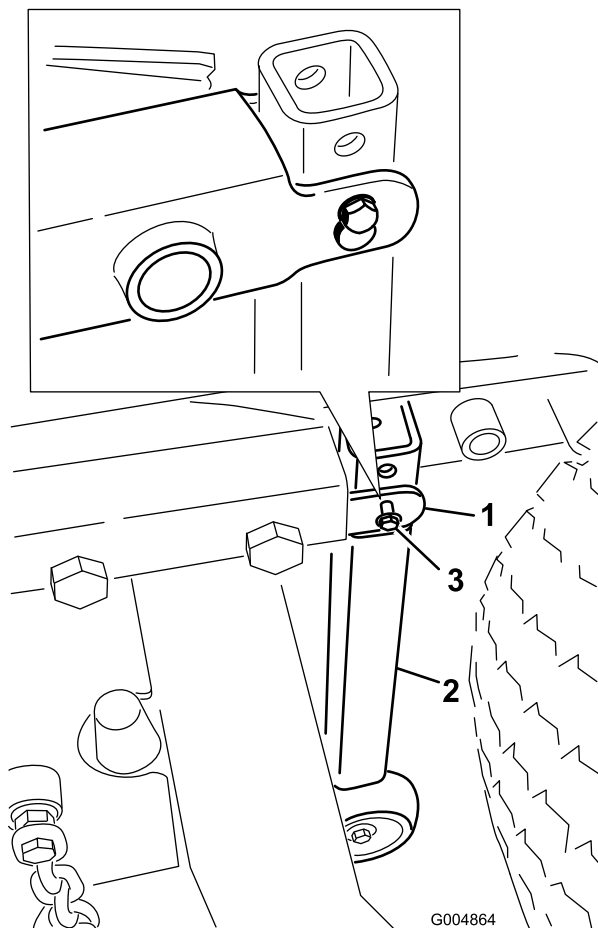

Figure 8
5. Enlevez les axes de chape et les retenues de vis auto-taraudeuses 5/16" qui fixent les supports de tubes verticaux à l'arrière du châssis du tablier de coupe (Figure 8).